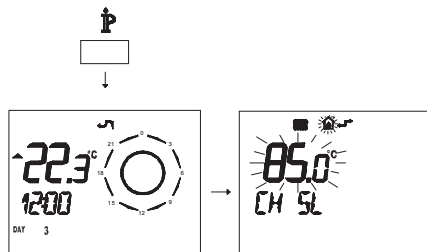

Fig. 5.67
- Premere per più di 3 secondi il pulsante  per entrare in modalità **INFO** (Fig. 5.67).